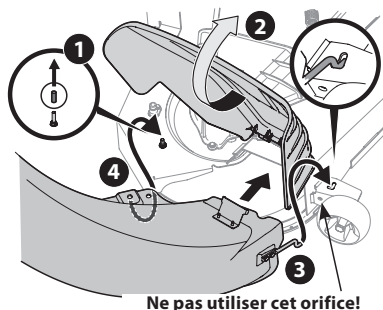

Figure 17
2. Retirez le capuchon de protection en caoutchouc du plateau de coupe, comme illustré au numéro 1 de la Figure 17.
4. Insérez l'extrémité du coude de la goulotte de descente de décharge (3) dans l'orifice prévu à cet effet dans la roue du plateau de coupe, comme illustré dans l'encart de la Figure 17.